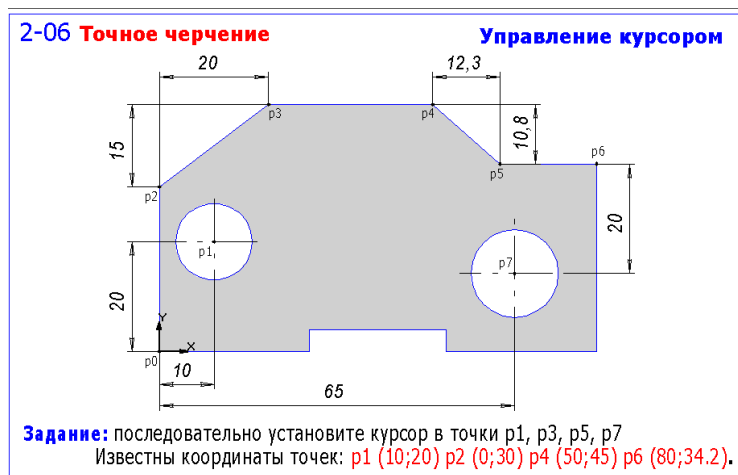

Рис. 6
8. Откройте файл фрагмента 2.06 (рис. 6) и выполните упражнение по заданию положения и перемещению курсора. При этом используйте клавиатурные команды: